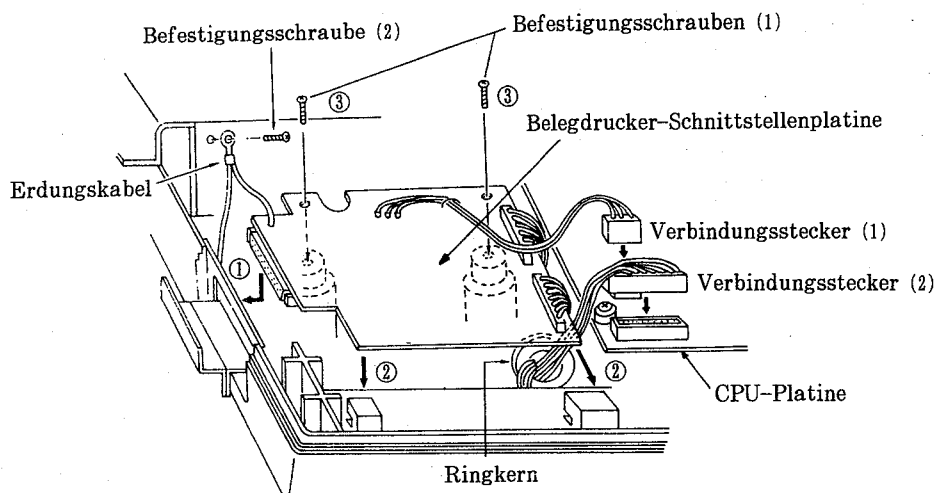

Abb. 42
- 7) Die Verbindungsstecker (1) und (2) der Belegdrucker-Schnittstellenplatine mit dem Verbindungsstecker (CN5) bzw. (CN6) der CPU-Platine verbinden (siehe Abb. 42).